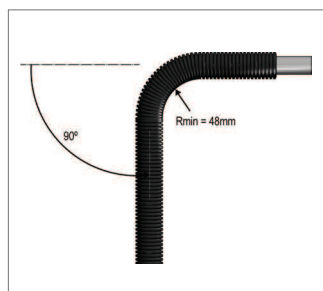

Fig. 5-32 Steg 1
- **Steg 1:** Förböcka rör-i-röret till väggbockfixtur (Fig. 5-32).